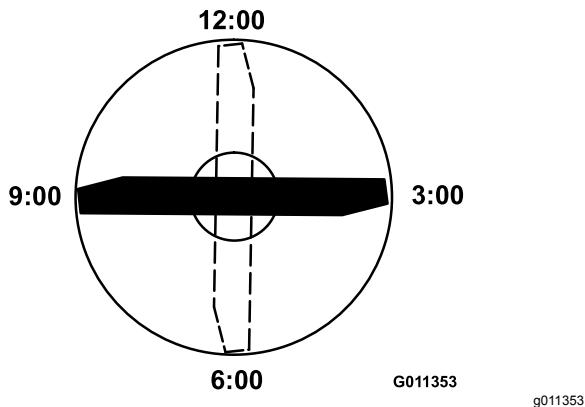

Figura 83
4. Coloque el filo de corte del extremo marcado de la cuchilla en la posición de las 12 (hacia adelante, en el sentido de la siega) (Figura 83) y mida la altura desde la mesa hasta el filo de corte de la cuchilla.
- Gire el extremo marcado de la cuchilla a las posiciones de las 3 y de las 9 (Figura 83) y mida las alturas.